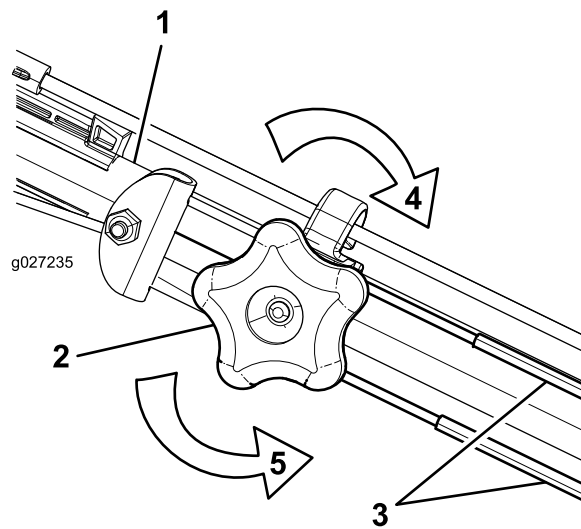

Рисунок 36
- Отрегулируйте натяжение тросов (Рисунок 36), потянув их назад или вперед, затем удерживайте в этом положении.
1. Поверните ручку регулировки против часовой стрелки, чтобы ослабить затяжку троса (Рисунок 36).